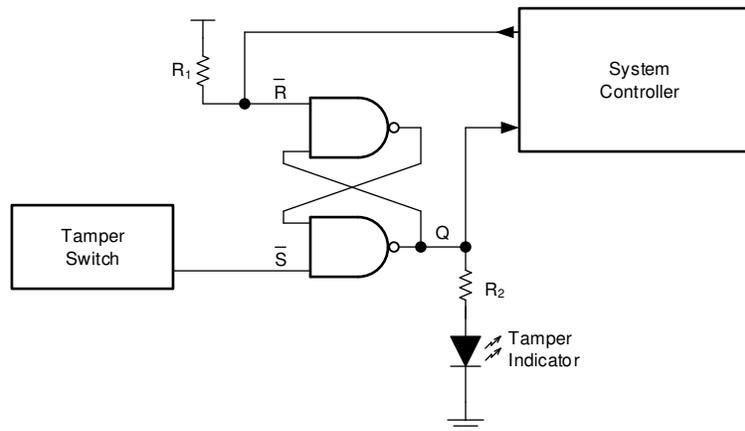

图 8-1. 典型应用框图
图 8-1 展示了如何在此应用中使用 SN54SC4T00-SEP 将 1.8V 信号升压转换为 3.3V 以驱动 LED。SN54SC4T00-SEP 不会限制输出电流，因此可以使用添加的输出电阻器来提供适当的电流限制。电阻值 (R) 应使用以下公式由 LED 的正向电压 ( $V_D$ ) 和通过 LED 的所需正向电流 ( $I_D$ ) 确定： $R = (V_{CC} - V_D)/I_D$ 。